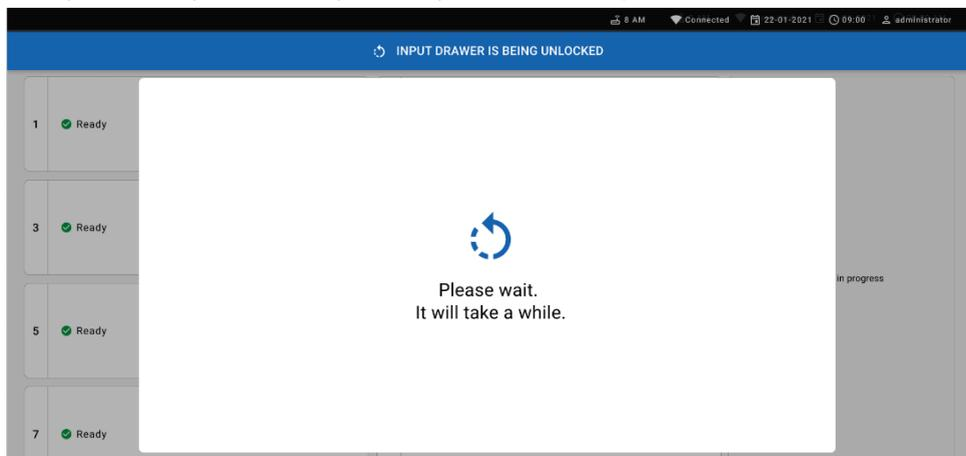

Figura 54. Cuadro de diálogo de espera de la bandeja de entrada.
5. Espere hasta que se desbloquee el cajón de entrada (figura 54).